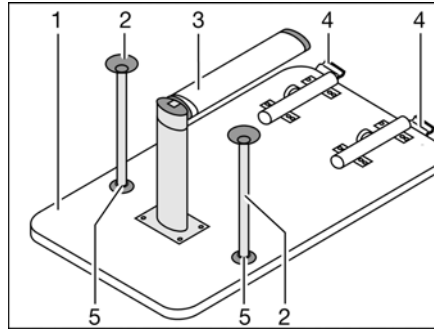

Fig. 92 Struttura di supporto letto
- Sollevare il piano del tavolo (Fig. 92,1) di circa 45° in avanti.
- Ribaltare di 90° all'indietro la parte inferiore del supporto snodabile (Fig. 92,3). A questo scopo, a seconda del modello, tirare verso il basso la parte inferiore del supporto snodabile o premere il bottone di sbloccaggio.
- Nel bloccaggio (Fig. 92,4) premere il bottone di sbloccaggio.
- A seconda del modello, inserire i due montanti di supporto aggiuntivi (Fig. 92,2) negli alloggiamenti (Fig. 92,5) sul lato inferiore del piano del tavolo.